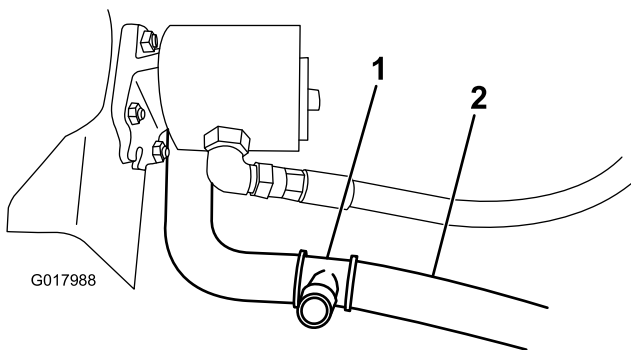

Figura 11
2. Tagliate il flessibile del radiatore inferiore a circa 9 cm dalla linea centrale del flessibile sulla piega di 90 gradi (Figura 11).
3. Collegate il raccordo a T a ogni estremità appena tagliata del tubo del radiatore inferiore con 2 fascette stringitubo grandi (Figura 11).